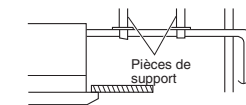

Fig. 3-29
- N'exercez pas de force sur la canalisation située du côté de l'unité lors de la connexion du tuyau de purge. Le tuyau ne doit pas être laissé suspendu non supporté de sa connexion à l'unité. Fixer le tube à un mur, un châssis ou autre support aussi près que possible de l'unité. (Fig. 3-29)